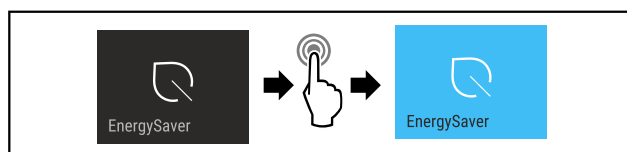

Fig. 17
- ▶ Følg anvisningene (se Fig. 17) .